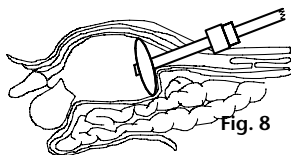

Fig. 8
5. Quindi retraino leggermente lo strumento completo, di modo che il palloncino venga posizionato saldamente all'interno intorno all'apertura di accesso. In questa posizione, sbloccare il fermo con l'ausilio della leva di bloccaggio, farlo avanzare distalmente fino alla cute e, sempre con la leva di bloccaggio, bloccarlo nuovamente nella posizione finale (Fig. 8).